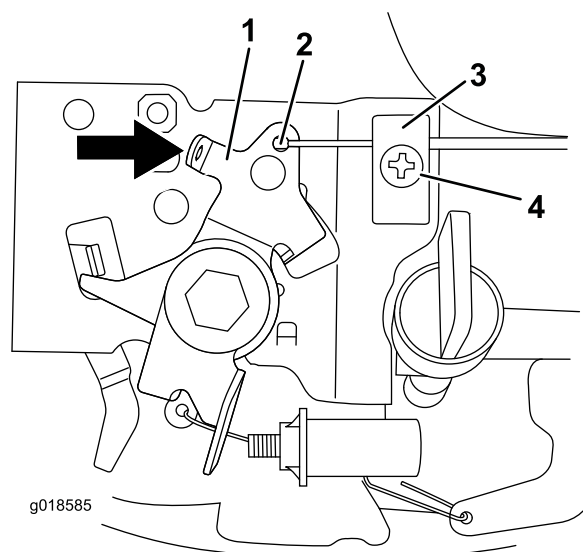

Figura 4
8. Spingete la leva nella posizione di massimo bloccaggio (Figura 4).
9. Inserite l'estremità di aggancio nella leva, quindi tendete il cavo dell'acceleratore e serrate la vite (Figura 4).